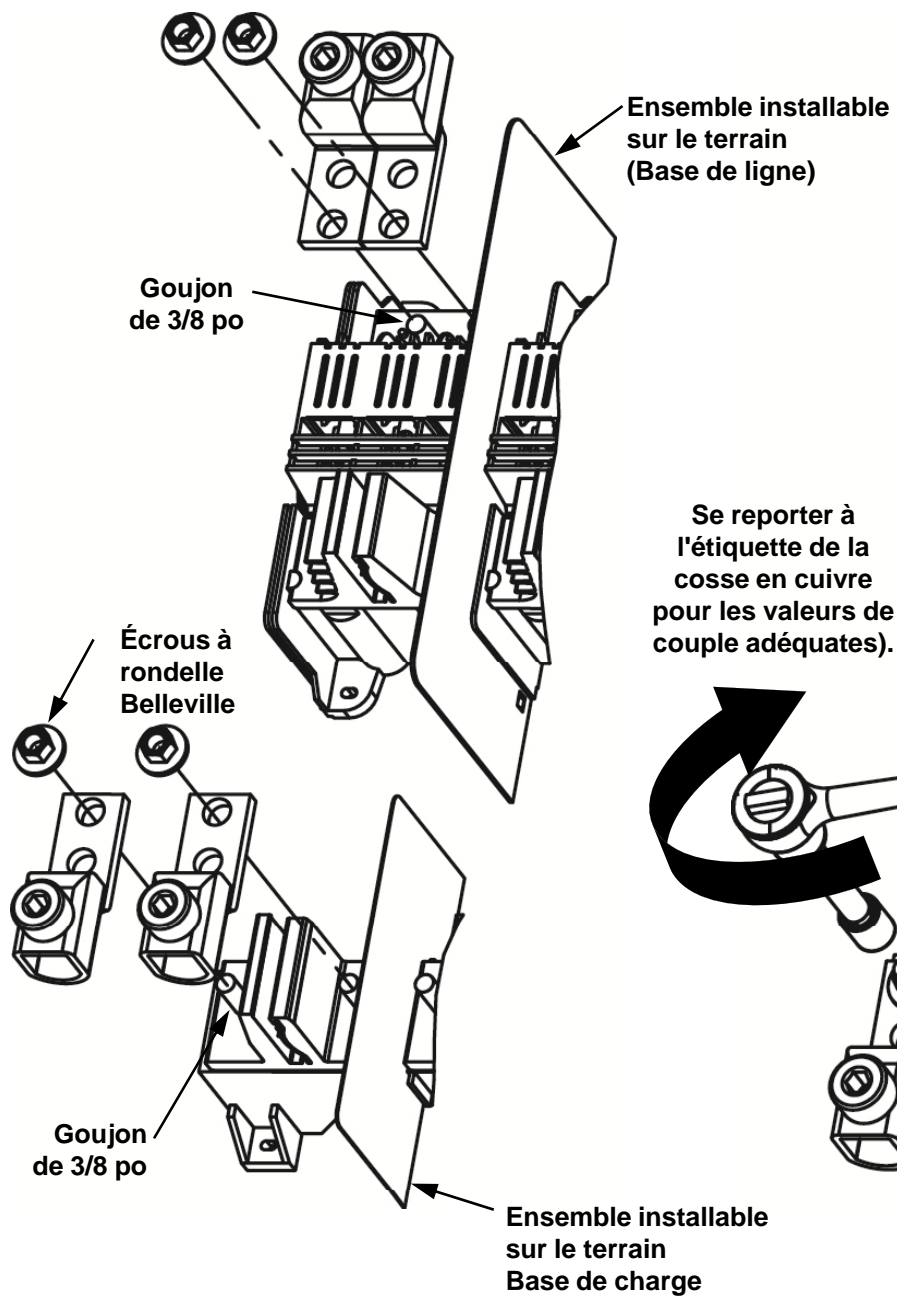
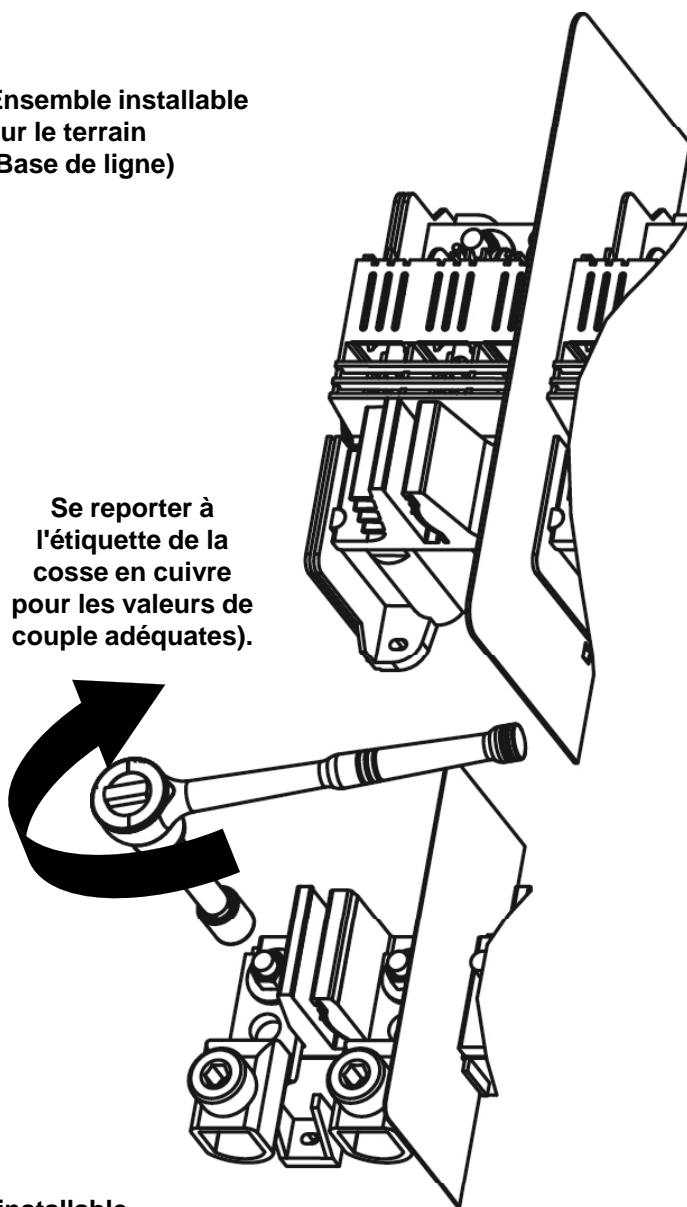

Fig. 2
Fig. 3
3. Aligner la cosse en cuivre avec le goujon de 3/8 po, puis réinstaller les écrous à rondelle Belleville de 3/8 po x 16 UNC 2B, tel qu'illustré à la Fig. 2. Serrer les écrous à rondelle Belleville, tel qu'illustré à la Fig. 3.
4. Aligner la cosse en cuivre avec le goujon de 3/8 po, puis réinstaller les écrous à rondelle Belleville de 3/8 po x 16 UNC 2B, tel qu'illustré à la Fig. 2. Serrer les écrous à rondelle Belleville, tel qu'illustré à la Fig. 3.